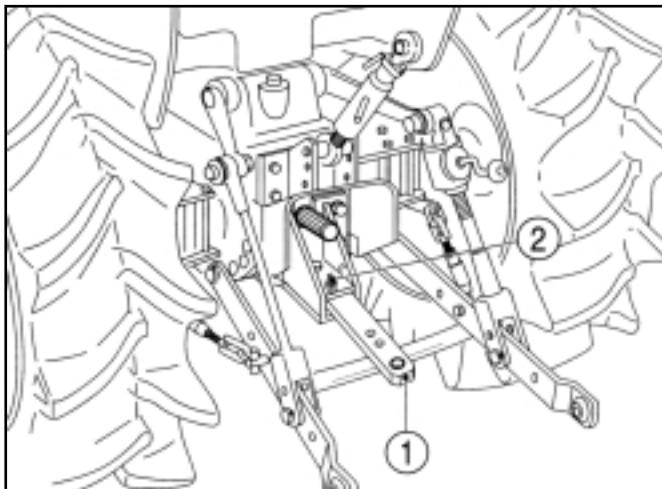

FIG 71 / ABB 71 / FIG 71
La barre d'attelage (1) dans la Fig. 71 à l'arrière du tracteur sert à tirer une remorque. Le poids sur la barre ne peut pas dépasser 400 kg.
NOTE: *Il peut être nécessaire d'enlever la barre d'attelage en enlevant les goupilles et les clips (2) dans la Fig. 71 quand l'attelage à trois points est utilisé. Sortez la barre d'attelage du crochet. Ceci s'applique tout particulièrement quand des accessoires utilisant la prise de force sont montés.*
Die in Abb. 71 gezeigte Zugstange (1) erlaubt das Ziehen von Anbaugeräten. Die maximale Stützlast darf keinesfalls 400 kg überschreiten.
HINWEIS: Bei Verwendung des Heckhubwerks muß unter Umständen die Zugstange entfernt werden, um ein Anschlagen zu verhindern. Dazu den Splint und den Tragbolzen (2) in Abb. 71 abnehmen und die Zugstange aus der Halterung herausziehen. Dies betrifft besonders die Verwendung von Anbaugerät, das mit der Zapfwelle angetrieben wird.
De trekbalk (1) in Fig.71 aan de achterkant van de tractor laat toe om werktuigen met een trekhaak aan de tractor vast te maken. De maximale verticale last op de trekbalk mag niet hoger zijn dan 400 kg.
OPMERKING: Wanneer u de driepuntshefinrichting gebruikt kan het noodzakelijk zijn de trekbalk te verwijderen door de klemmen en de pennen (2) in Fig.71 eruit te trekken, en de trekbalk uit zijn houder te schuiven om de bewegingsvrijheid van de hefinrichting te vrijwaren. Dit is vooral belangrijk bij het gebruik van werktuigen die PTO-aandrijving vereisen.